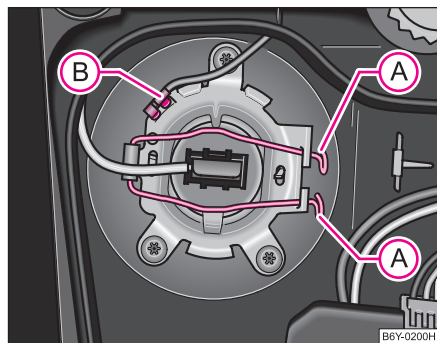

Fig. 175 Demontarea becului luminii de drum
- Deconectați fișa electrică (B).
- Apăsați împreună mânerul de sârmă (A) al suportului becului și rabatați-l.
- Conectați fișa electrică (B) ⇒ fig. 175.